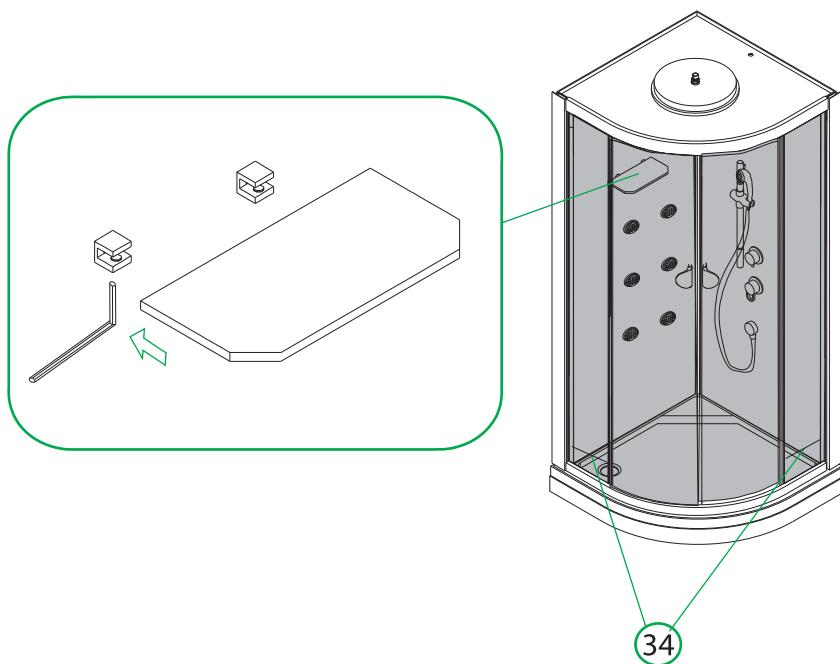

Рис. 18 / 18-сур.
14. Установите стеклянную полку с помощью держателей (рис. 18), подключите душевой шланг к специальному выходу с помощью соединителя для подключения шланга (33).
15. Подключите душевой шланг и лейку, верхнюю душевую лейку и смеситель к водоснабжению, при необходимости используйте соединительный уголок (19).